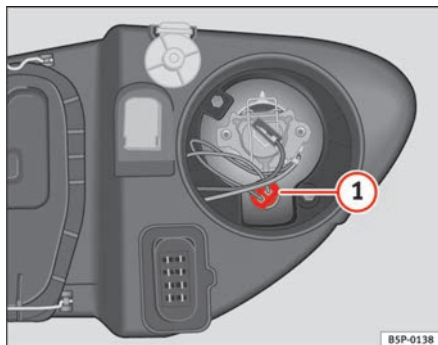

Abb. 184 Standlicht
- Die Fassung ⇒ Abb. 184 **1** herausnehmen.